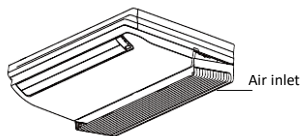

Fig.E1
1. Aprire la presa d'aria (vedi Fig.E1).